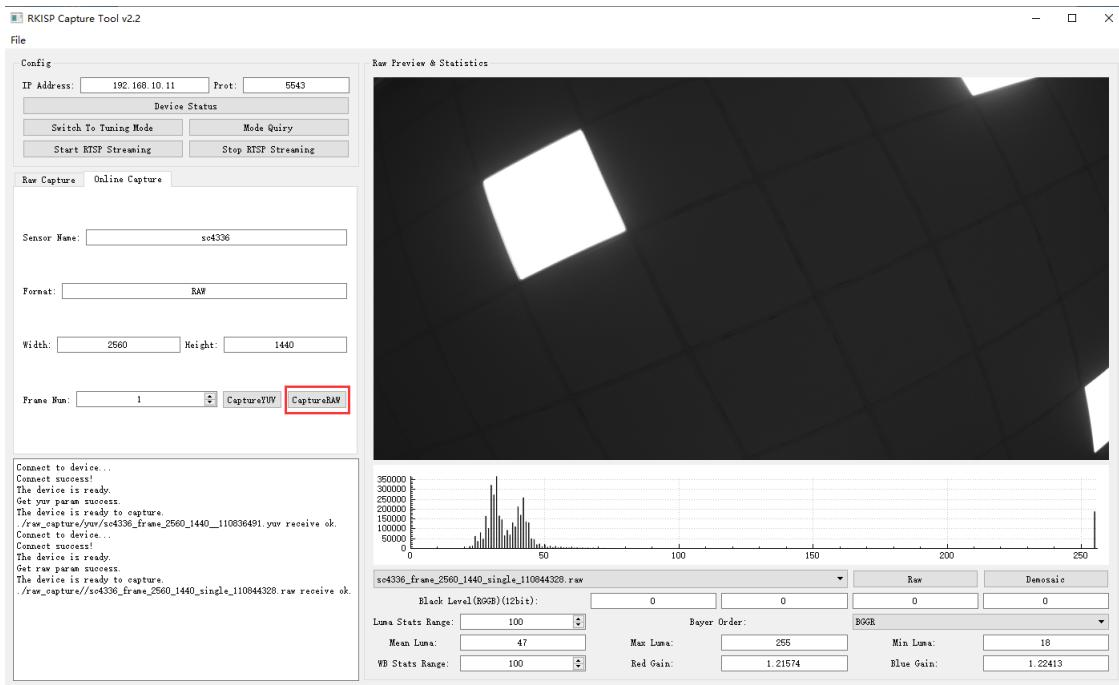

图3-7-3-1
5. 点击Capture Raw，右侧预览会显示采集到的Raw图像，文件将存放在raw\_capture/下，如图3-7-3-1所示